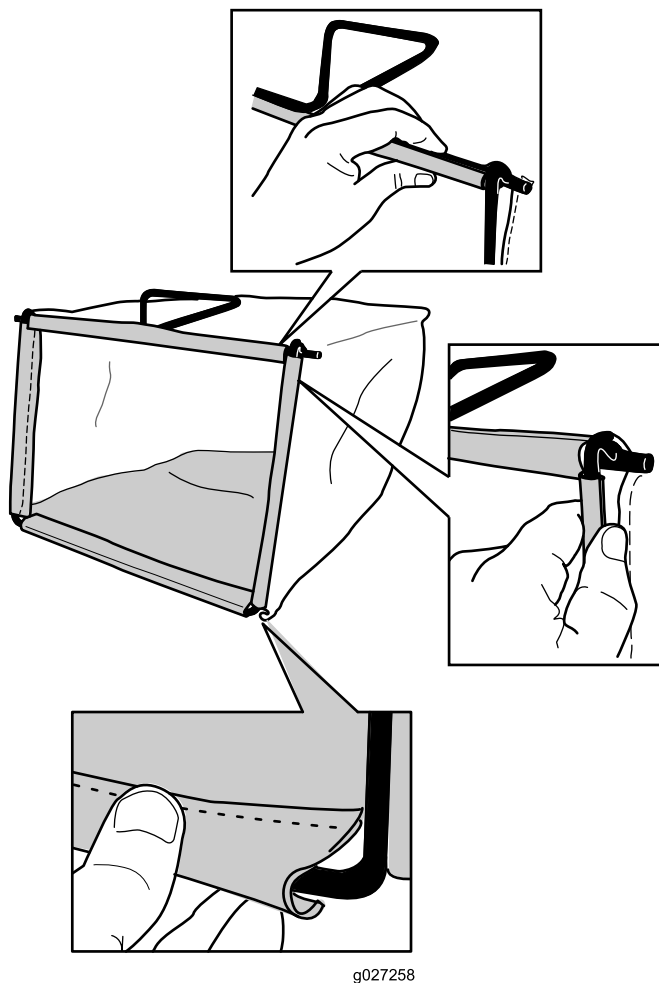

Figura 6
2. Enganche el canal inferior de la bolsa en la parte inferior del bastidor (Figura 6).
- Enganche los canales superior y laterales de la bolsa en la parte superior y en los laterales del bastidor, respectivamente (Figura 6).
- Introduzca dos dedos en el hueco del mecanismo de arranque y empuje la palanca de control hacia el manillar (Figura 6).